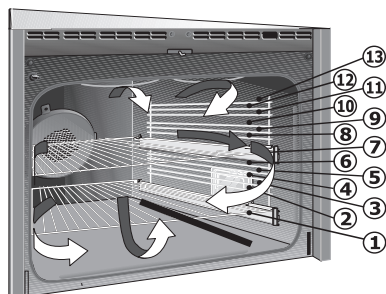
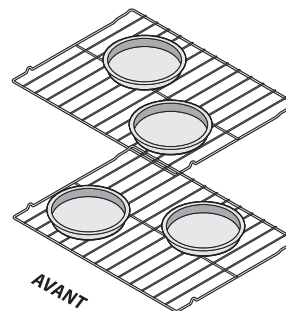

Figure 19 : Positionnement des grilles et circulation du flux de convection
Figure 20 : Écart entre les plats de cuisson
La cuisson par convection utilise un ventilateur pour faire circuler la chaleur de façon dans le four (Figure 19). Cette façon améliorée de répartir la chaleur permet de cuisson et de brunissement uniformes. La cuisson sur plusieurs grilles peut augmenter légèrement le temps de cuisson, mais le résultat global sera l'économie de temps. Utiliser la fonction de cuisson par convection uniquement lorsque la recette est écrite spécialement pour ce type de cuisson.
- Pour la cuisson sur deux grilles, voir à les placer en position 3 et 11 (Figure 19). Disposer les ustensiles de pâtisserie comme illustré à la Figure 20 pour la cuisson par convection avec plusieurs grilles.